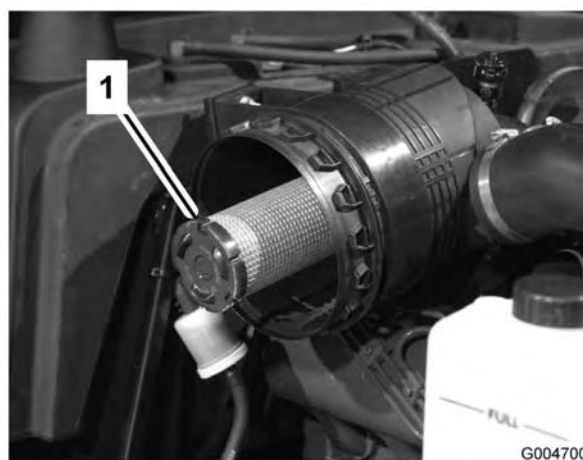

Figura 48
3. Togliete il filtro primario dell'olio (Figura 47). Si sconsiglia la pulizia dell'elemento usato, per evitare il rischio di danneggiare l'elemento filtrante. Controllate il filtro nuovo e accertatevi che non sia stato danneggiato durante la spedizione, in particolare l'estremità di tenuta del filtro ed il corpo. Non usate l'elemento se è avariato. **Non** togliete il filtro di sicurezza (Figura 48).
Importante: Non cercate mai di pulire il filtro di sicurezza (Figura 48). Sostituitelo con uno nuovo ogni tre revisioni del filtro primario.